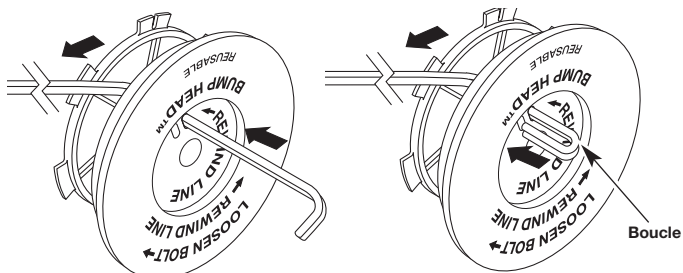

Fig. 32
8. Découpez environ 3 m (10 pi) de fil neuf. Insérez une extrémité de fil dans l'un des deux trous du moulinet intérieur (Fig. 32). Tirez le fil jusqu'à ne laisser que 10 cm (4 po) environ.
9. Insérez l'autre extrémité du fil dans le trou ouvert du moulinet et tirez sur le fil pour que la boucle soit le plus petit possible (Fig. 32).